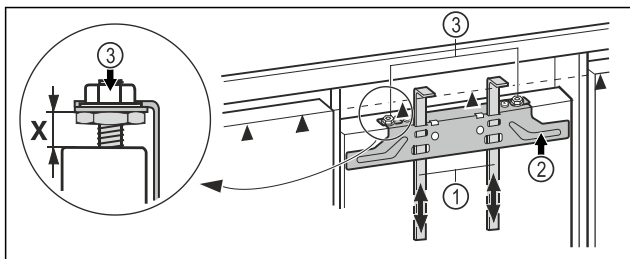

Fig. 44
- ▶ Presuňte montážne pomôcky Fig. 44 (1) hore do výšky nábytkových dvier. Dolná hrana dorazu ▲ montážnej pomôcky = horná hrana montovaných nábytkových dvier.
- ▶ Odskrutkujte upevňovacia traverza Fig. 44 (2) nad poistnými maticami Fig. 44 (3).